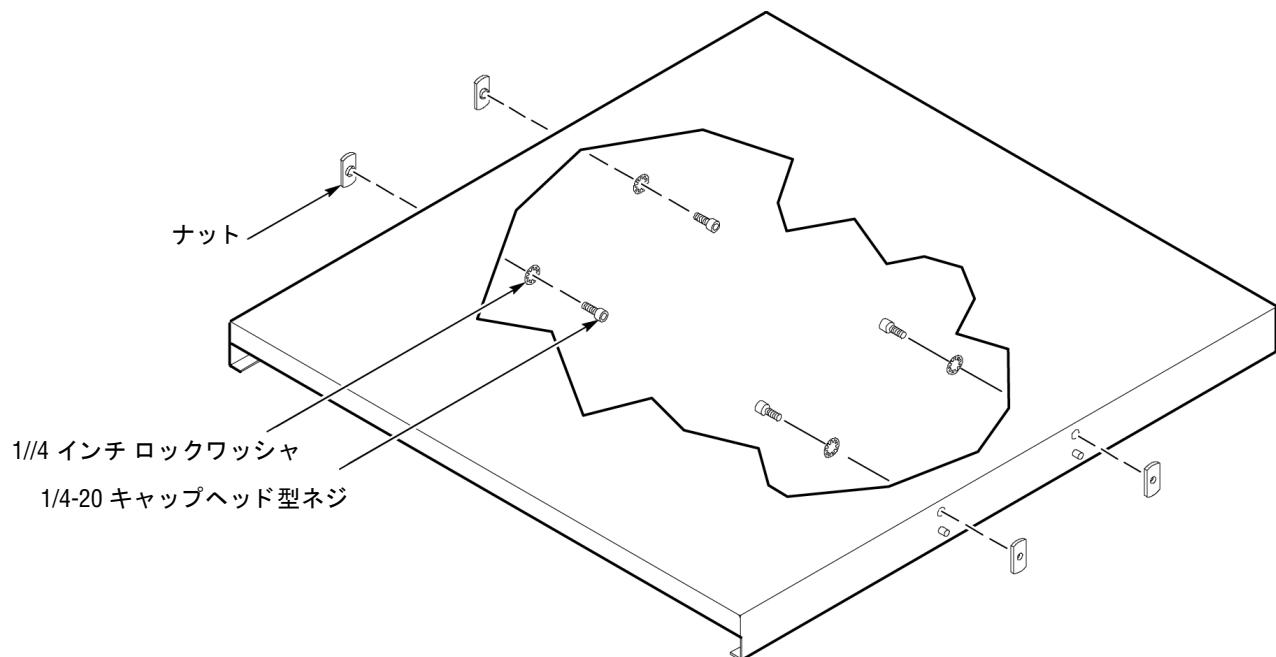

図 6: 棚板の準備
1. 図 6 に示すように棚板を準備します。棚板の両側面の 4 つの穴に、キャップヘッド型ネジ、ロックワッシャ、ナットを取り付けます。ネジは固く締めずにゆるめにしておきます。ナットを 1 回転以上締めないでください。